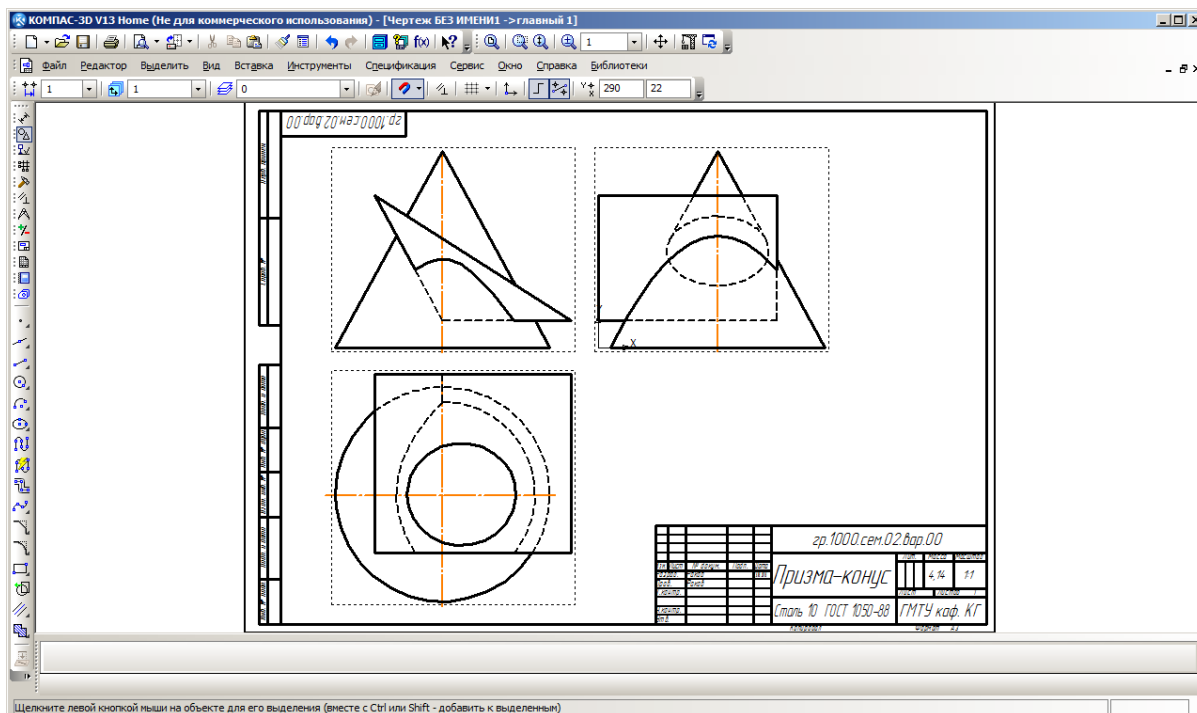

Рис. 6. Ассоциативный чертеж призмы и конуса
- создать ассоциативный чертеж призмы и конуса с тремя видами и линиями невидимого контура (рис. 6). Сохранить файл рис. 6.
Построение ассоциативного чертежа. Последовательность выбора команд в модуле Чертеж системы КОМПАС: панель **Меню** — **Вставка** — **Вид с модели** — **Стандартные** — открыть файл созданной 3D-модели — вставить изображение трех проекций отрезка. Результат построений показан на рис.6.
- ➔ файл рис. 6;